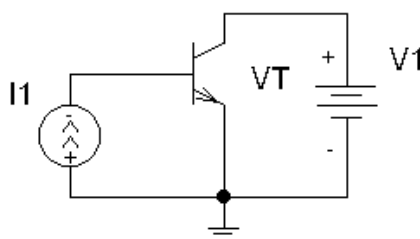
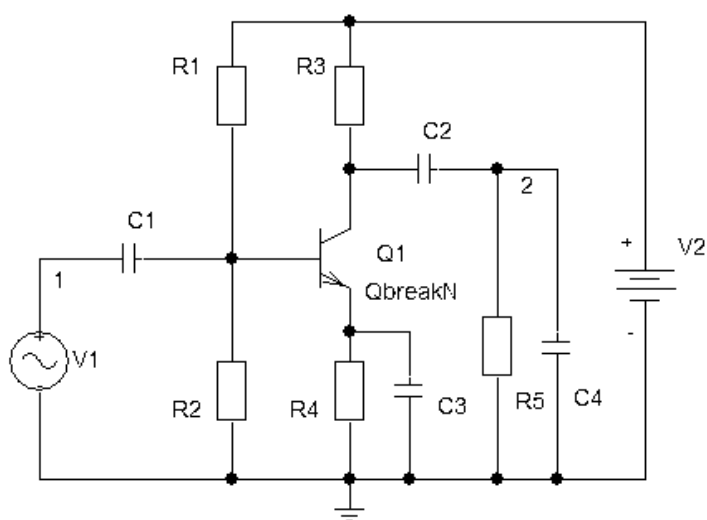

Рис. 1. Рабочая схема для снятия ВАХ биполярного транзистора
Рис. 2. Усилительный каскад с общим эмиттером
В работе снимаются входные и выходные характеристики биполярного транзистора. Схема экспериментальной установки для снятия ВАХ приведена на рис. 1. Характеристики снимаются методом моделирования в среде программы **OrCad**. По снятым характеристикам определяется режим работы транзистора в схеме усилительного каскада ОЭ и малосигнальные параметры. Расчет режима усилительного каскада (рис. 2) ведется в среде **OrCad** графоаналитическим способом, а затем проверяется экспериментально.
- 3.3. Для схемы усилительного каскада ОЭ (рис. 2) и заданных параметров элементов схемы (табл. 1) рассчитать: базовый I_b и коллекторный I_k токи и напряжение коллектор-эмиттер $U_{кэ}$.
- 4.2. По вольтамперным характеристикам для схемы усилительного каскада ОЭ (рис. 2) с параметрами элементов, заданными в табл. 1, графически определить базовый ток транзистора $I_{\text{б}}$, напряжение $U_{\text{бэ}}$. Результаты занести в табл. 2.
- 4.5. По вольтамперным характеристикам для схемы усилительного каскада ОЭ (рис. 2) с параметрами элементов, заданными в табл. 1, графически определить коллекторный ток транзистора I_K и напряжение $U_{KЭ}$. Результаты занести в табл. 2.
- 4.7. Собрать схему однокаскадного усилителя на биполярном транзисторе с общим эмиттером (рис. 2). Параметры элементов каскада установить в соответствии с вариантом.